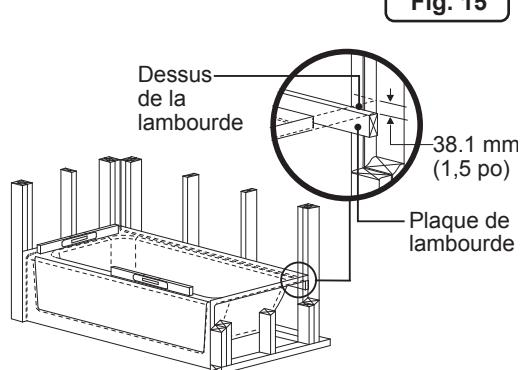

Fig. 15
2. Placez la baignoire dans l'alcôve, la jupe avant fermement sur le sol. La baignoire doit être droite. Pour le vérifier, utilisez un niveau sur les rebords des deux extrémités de la baignoire et sur le rebord anti-écoulement (Figure 15).
3. Après avoir mis la baignoire à niveau, marquez chaque montant (mur en béton ou bloc) immédiatement au-dessus de la bride horizontale à l'arrière. Retirez la baignoire de l'alcôve. Mesurez la distance entre le dessus de la bride horizontale à l'arrière et le bas du rebord de la baignoire, environ 40 mm (1½ po). Marquez soigneusement cette dimension sur les montants à l'arrière (ou le mur), sous la première marque (Figure 15 – médaillon).
4. Installez une lambourde: Jacuzzi prévoit l'utilisation de dispositifs de soutien sous les bords à l'arrière des baignoires afin d'éviter qu'elles ne se déplacent. Utilisez une lambourde horizontale sur tout le long du rebord arrière ou des supports en « I », « T » à au moins deux endroits, en position verticale. Clouez une lambourde de 25 mm x 75 mm (1 po x 3 po) immédiatement sous les marques inférieures réalisées sur le cadrage (Figure 15 – médaillon).